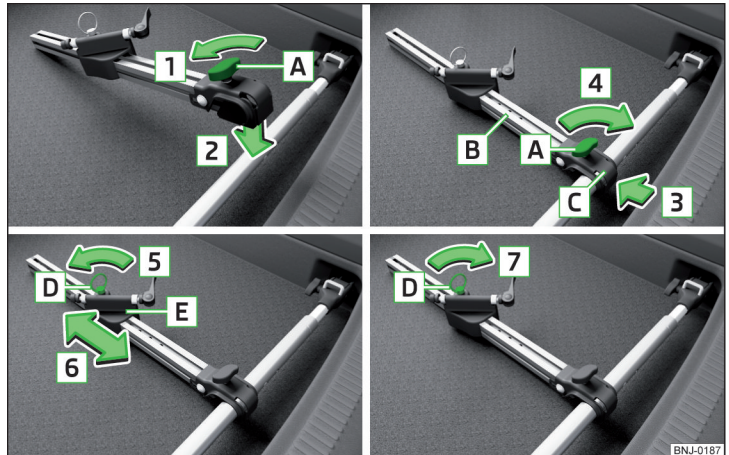

Abb. 107 Fahrradträger einbauen
- Zum **Einbauen** die Schraube **A** am Fahrradträger (nachstehend nur Träger) in Pfeilrichtung **1** lösen » Abb. 107.
- Möchte man zwei Fahrräder transportieren, dann die Schraube **A** » Abb. 107 auf Seite 86 am Träger lösen und den Träger zusammen mit dem befestigten Fahrrad nach links verschieben.
- Die Schraube **A** » Abb. 107 auf Seite 86 am Träger festziehen.
- Falls erforderlich, die Position des verschiebbaren Teils **E** » Abb. 107 auf Seite 86 anpassen.